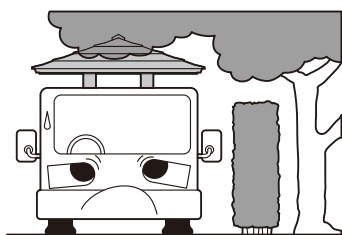

図3-3
- ③上部(4m以内)に障害物はないか確認してください。(電線・引込み線・橋・高木の枝や葉など) (図3-3参照)
- ④クレーンの取り回しが可能か確認してください。(電線・建物・植栽などが引っ掛からないか確認してください。)
- ⑤基礎および門柱がしっかり打ってあるか確認してください。